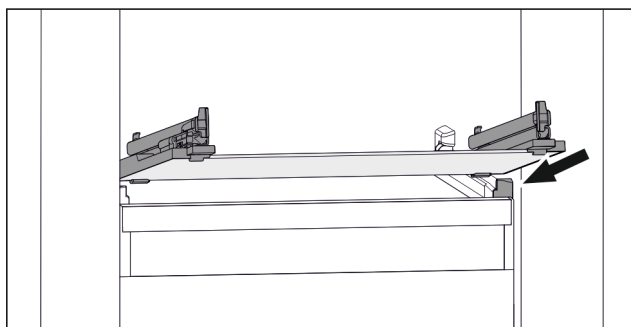

Fig. 101 Simbolična slika steklene plošče
- ▶ Stekleno ploščo postavite v poševnem položaju za zaustavljalniki. (glejte Fig. 101)